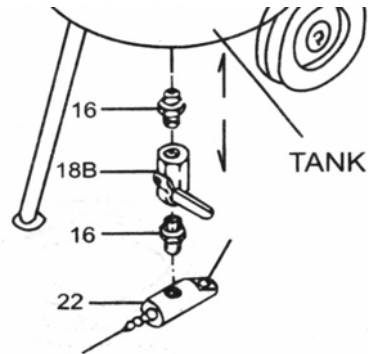
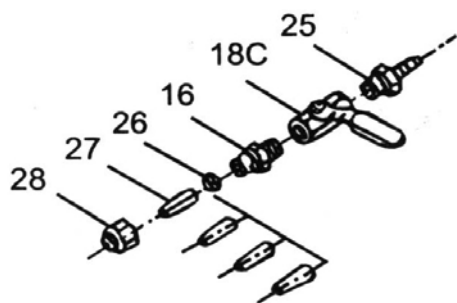

Fig. 4
Fig. 5
6. Se figur 6 för montering av bottenventil (fig. 4) och avstängningsventilen (fig. 5). Placera de två slangklämmorna (23) runt slangen (24). Placera slangens ena ände på utloppsröret (22) och den andra änden på nippeln (25). Se till att slangen har skjutits in ordentligt på nipplarna. Skruva åt slangklämmorna ordentligt – de ska klara ett tryck på upp till 8 bar.